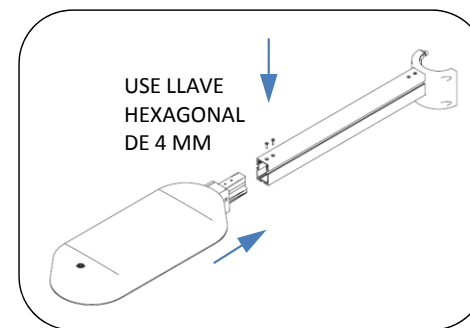

Fig. 3: Conecte el brazo con la luminaria
4. Conecte el brazo con la luminaria. Consulte la Fig. 3.